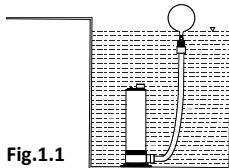
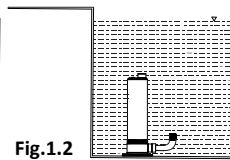

Fig.1.1
Fig.1.2
- La bomba puede instalarse en la superficie plana de un tanque con un filtro fijo o flotante (fig.1.1 / fig.1.2), de modo que la bomba no levante la materia abrasiva. No coloque una válvula de pie o no de retorno en la succión o directamente en la salida de la bomba (la válvula de retención debe instalarse encima del tanque o después).
- La bomba no puede mantenerse suspendida. La bomba debe estar apoyada sobre la superficie plana del fondo (fig.1.1 / fig.1.2).